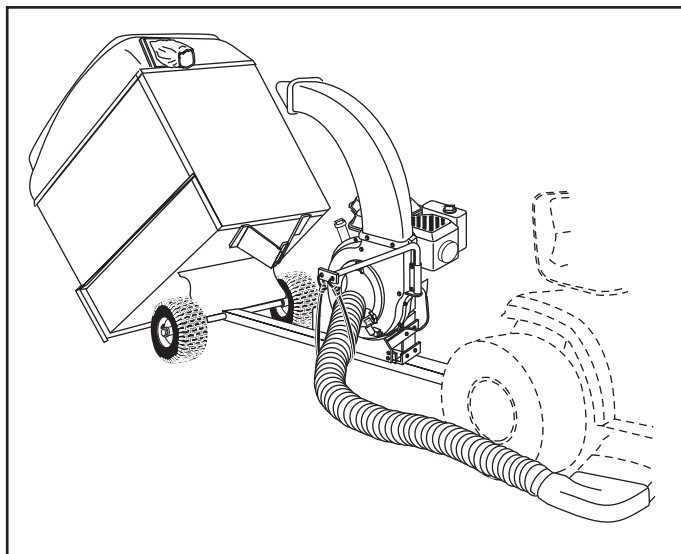

FIGURE 18
6. Relâchez le loquet retenant le chariot jusqu'à la langue en appuyant sur le loquet de la pédale. Voir la figure 18.